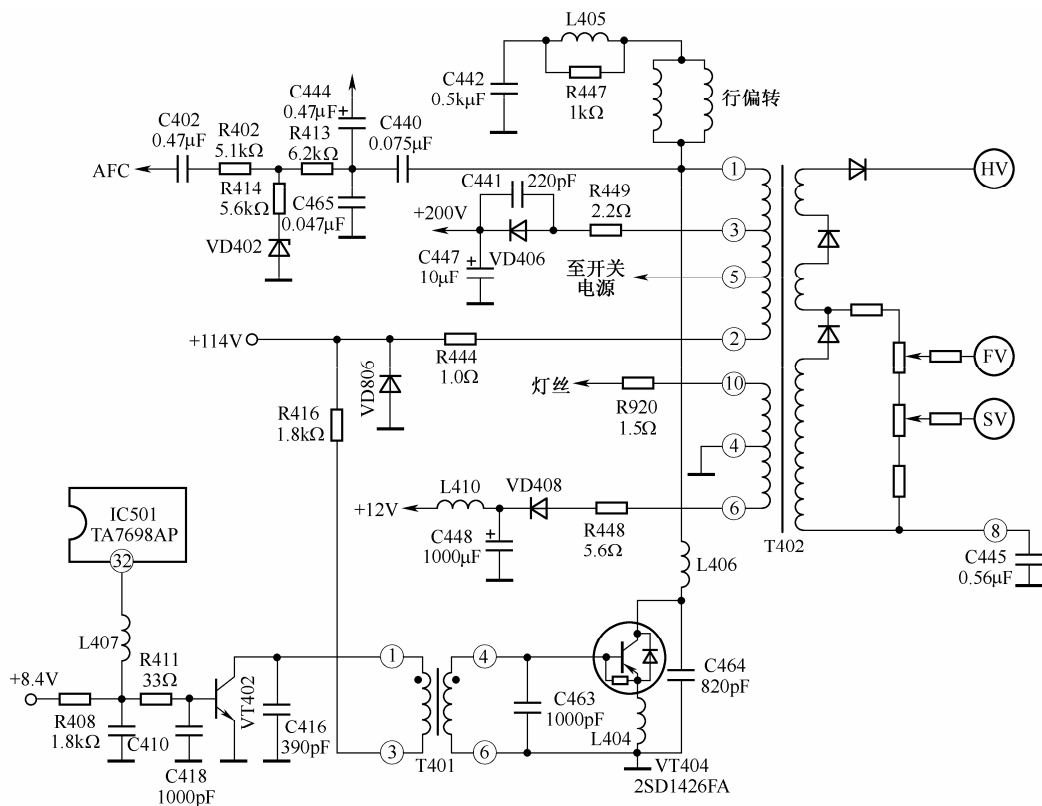

图 3-20 东芝 TA 两片机行输出电路与中高压形成电路
如图 3-20 所示, 在 TA7698AP 内部, 行频脉冲波经行预激励电路放大后, 由③脚输出, 通过 L407、C410 高频干扰滤波, 经 R411 加至行激励管 VT402 进行放大。当行振荡脉冲波的正脉冲到达时, VT402 饱和导通, 电流流过变压器 T401 的初级绕组, 产生上负下正的感应电势。根据 T401 的初次级绕组同名端关系, T401 的次级绕组产生上负下正的感应电势, 此时 VT404 反偏截止, 截止时间为 $20\mu\text{s}$ 。当正脉冲过去后, VT402 截止, T401 的初次级绕组都产生上正下负的感应电势, VT404 将饱和导通, 导通时间为 $44\mu\text{s}$ 。在导通、截止交替瞬间, 在行推动管 VT402 的集电极会出现 2~3 倍于电源电压的脉冲, 所以行推动管的 BV_{CEO} 要取得大一些, 并接上 C416 以吸收集电极高压。VT402 基极的 C418 用于吸收行频高次谐波, R416 的大小决定了 VT402 的输出幅度。
行输出电路与中高压形成电路如图 3-20 所示。图中 VT404 为行输出管、内有阻尼二极管, C463、C464 为保护小电容, 可吸收 VT404 电极上的尖脉冲。L404、L406 为保护小电感, 可延缓浪涌电流对 VT404 的冲击。C440、C445 为逆程电容, T401 为行激励变压器, T402